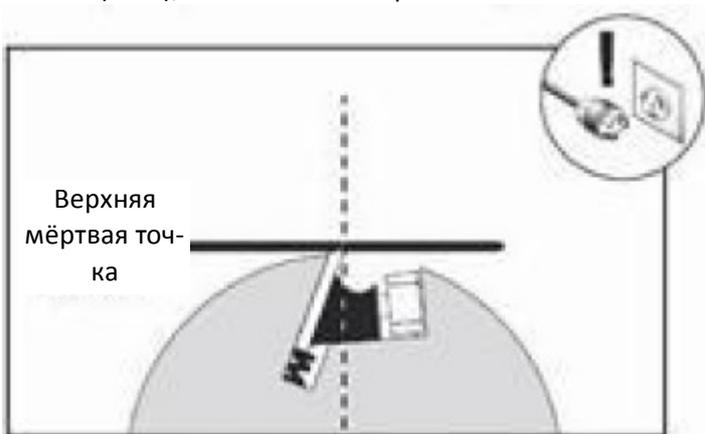

Рис. 8. Нож режущего вала в ВМТ
3. Открыть панель доступа к двигателю и поворачивать шкив режущего вала до тех пор, пока один из ножей (или твёрдосплавные накладки) не окажется в верхней мёртвой точке (ВМТ), как показано на рис. 8.